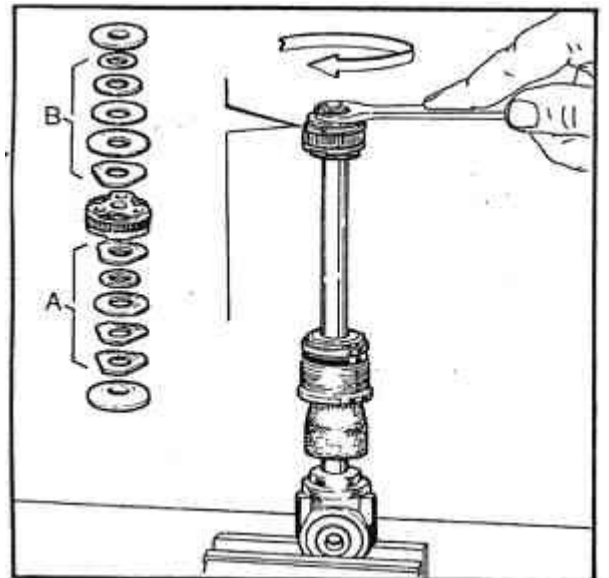
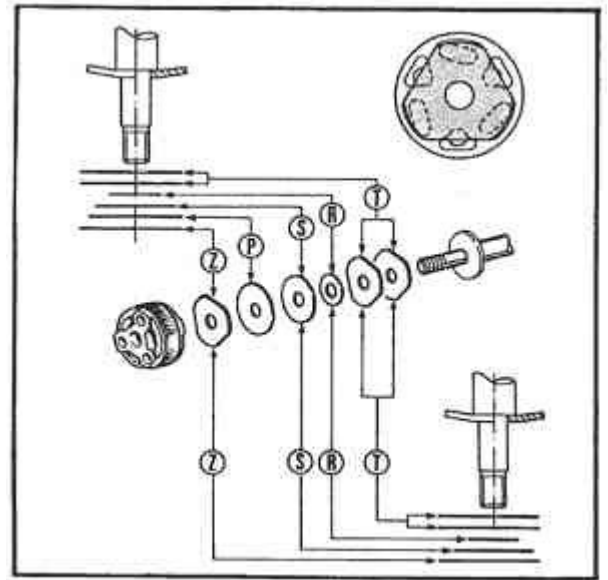

figure 22
figure 23
Dans ce cas là il faut agir sur les lamelles (A) (Fig.22), en insérant entre la lamelle de  $\varnothing 23$  (S) et celle triangulaire (Z) une lamelle d'épaisseur 0,2mm et de  $\varnothing 27$  (P) et la lamelle de  $\varnothing 15$  et d'épaisseur 0,2 (R) entre la lamelle de  $\varnothing 23$  (S) et celles triangulaires (T) comme sur la Fig.23.
Si dans ce cas là la charge devenait excessive il est suffisant de substituer la lamelle de  $\varnothing 15$  (R) avec une lamelle de  $\varnothing 14$  et d'épaisseur 0,2 (voir Fig.23).
Pour varier la charge en extension il faut agir sur les lamelles (B) (Fig.22) montées sur le groupe piston en variant le diamètre suivant la nécessité.